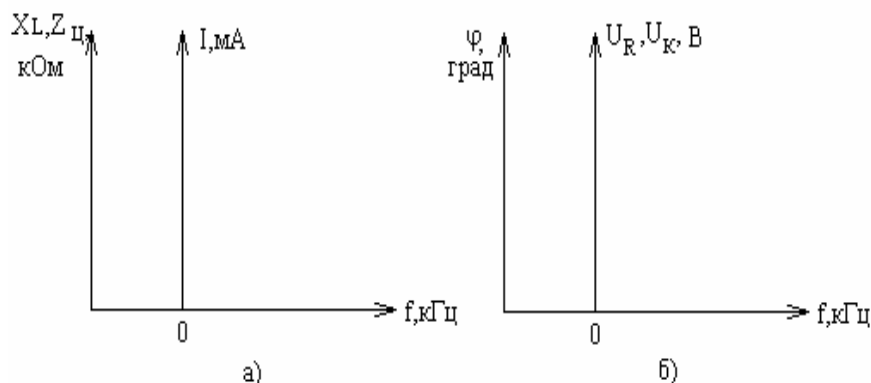

Рис. 2.1. Рекомендуемые виды осей для графиков
2. По данным предварительного расчета построить на одном чертеже графики  $X_L$ ,  $Z_{\Sigma}$  и  $I$  в зависимости от  $f$ , а на другом чертеже графики  $U_R$ ,  $U_K$  и  $\varphi$  в зависимости от  $f$ . ПРИМЕЧАНИЕ: для построения нескольких графиков на одном чертеже рекомендуется по оси абсцисс отложить частоту  $f$  в кГц, а осей ординат выбрать столько, сколько графиков различных размерностей требуется построить (см. рис. 2.1 а, б).